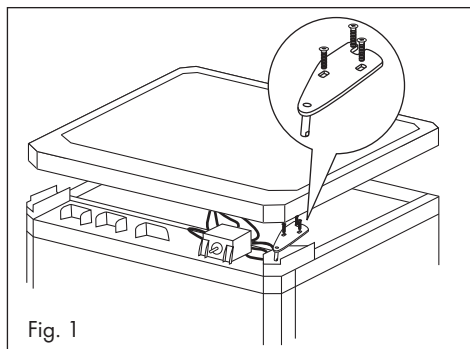

Fig. 1
1. Skru de to skruer ud bagpå, som holder fryseskabets øverste afdækning. Tag temperaturregulatoren af forfra ved hjælp af en kombitang. Træk den øverste afdækning til fryseskabet op, og skub den frem. Drej den en smule, så den når hen til det øverste dørhængsels skrue. Løsn skrueerne til det øverste dørhængsel, og tag det af (fig. 1). Skru skrueerne i hullerne på fryseskabet igen.